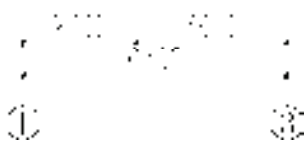

图 2-73 操作结果
3) 按〈Enter〉键即可完成操作, 结果如图 2-73 所示。